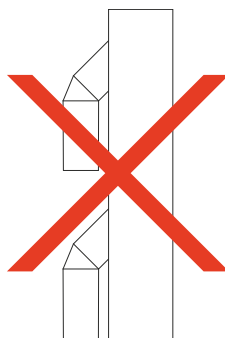
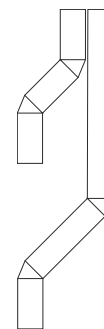

Figura 4
Figura 5
- La salida de humos no debe ser compartida con otra, ver *figura 4*. Se debe separar a lo largo de toda su longitud y tener su propio tiro de chimenea independiente, ver *figura 5*.